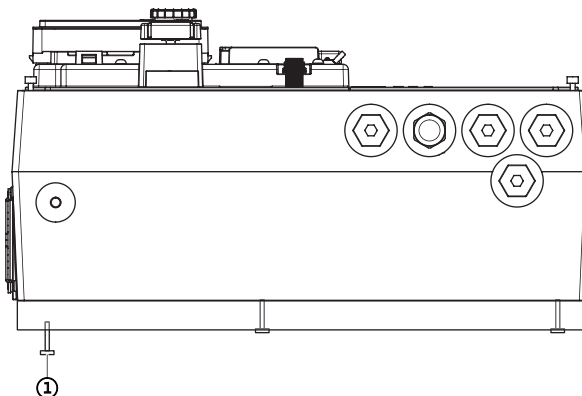

Fig. 115: Ослабить адаптерную плату
6. Открутить винты адаптерной платы на нижней стороне электронного модуля (Fig. 115, поз. 1).